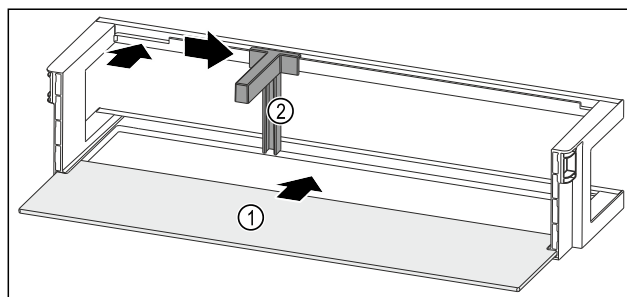

Fig. 212 Rafti i derës me raft mbajtës
- Futni raftin mbajtës Fig. 212 (1) në folëtë anësore.
- Vendosni mbajtësen e shisheve Fig. 212 (2) te foleja.
- Shtyni anash mbajtësen e shisheve Fig. 212 (2) në pozicionin që dëshironi.